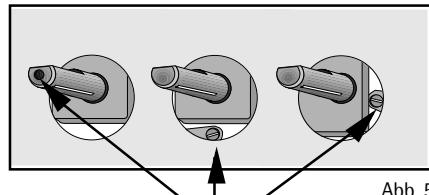

Abb. 5
- 3) Handelt es sich um einen Hahn mit Bypassnadel im Inneren des Stabes, so reicht es, je nach Gasart fester oder looser zu schrauben. Im nächsten Absatz finden Sie die entsprechende Anleitung (Abb. 5).